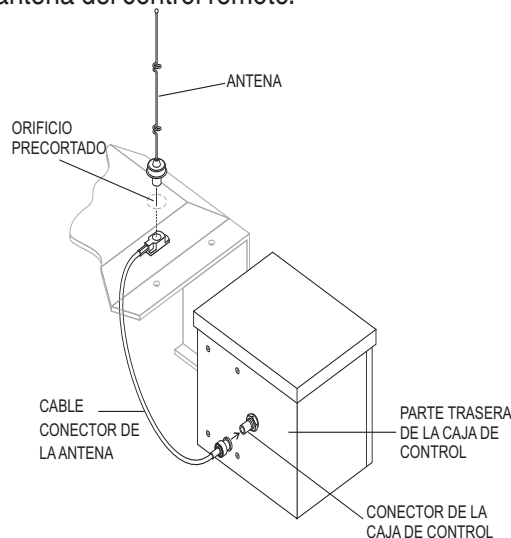

Figura 36. Instalación de la antena
5. En la parte superior de la unidad, a la derecha de la caja de control (Figura 36), destape el orificio e instale la antena del control remoto.
6. Conecte el cable de la antena al conector en la parte trasera de la caja de control (Figura 36).